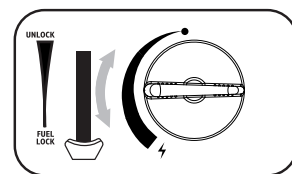

fig. 5
6. Placez le bouton de commande dans la position souhaitée (Fig.5). Ne jamais mettre le levier de la cartouche (6) en position "UNLOCK" pendant l'utilisation!